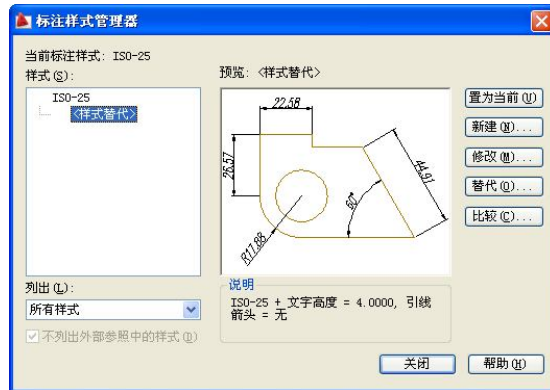

图 11-61 “标注样式管理器”对话框
(1) 选择“标注”功能面板的“标注样式”工具图标，或者选择“格式”菜单中的“标注样式”项，或者直接在命令行输入 **DIMSTYLE**，弹出“标注样式管理器”对话框，如图 11-61 所示。